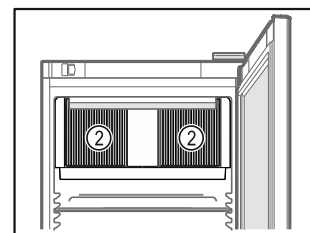

Fig. 31
- Тримати відкритою вентиляційну щілину Fig. 31 (2) вентилятора циркуляційного повітря у внутрішній камері.